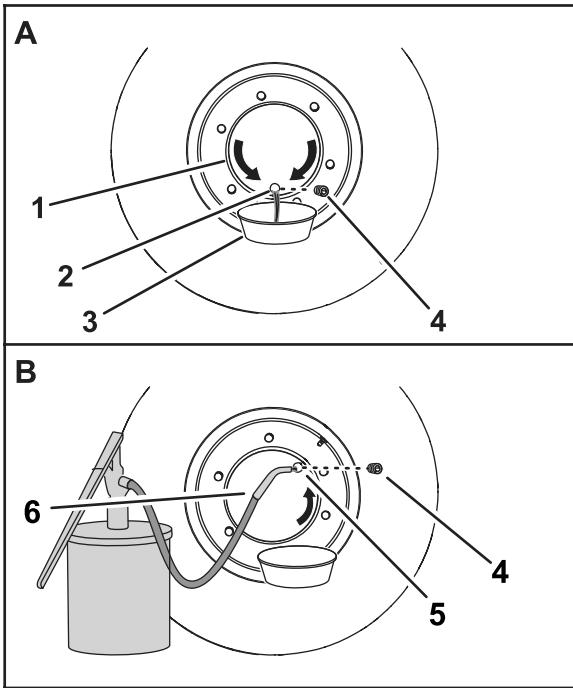

Figura 96
3. Mueva la máquina hacia adelante o hacia atrás hasta que el tapón esté en la posición de las 6 (Figura 96).
4. Coloque un recipiente debajo del orificio de aceite del cubo de la rueda (Figura 96).
5. Retire el tapón y drene el aceite del planetario (Figura 96).
7. Mueva la máquina hacia adelante o hacia atrás hasta que el tapón esté en la posición de las 2 (Figura 96) o las 10.